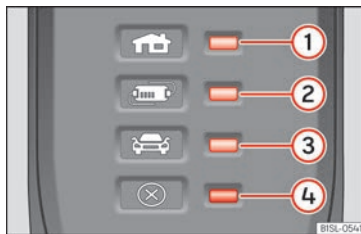

Abb. 67 Am Ladekabel für Netzsteckdosen: Kontrollleuchten in der Schutzeinrichtung.
» (Abb. 67):
Durch die elektronische Schutzeinrichtung » (Abb. 67) ist der Ladestecker so lange stromlos, bis er in die Ladedose des Fahrzeugs eingesteckt wird.
Eine oder mehrere Kontrollleuchten » (Abb. 67) 1, 2 oder 3 leuchten grün.
Anzeige » (Abb. 67)	Bedeutung
Anzeige »» (Abb. 67)	Bedeutung
① ④ blinken	Der Hausstecker hat sich stark erhitzt.
② ④ blinken	Die Schutzeinrichtung hat sich stark erhitzt.
Wenn der Ladevorgang mit einem geringeren Ladestrom fortgesetzt wird, blinkt abgesehen von der Betriebsanzeige die Warnleuchte »» (Abb. 67) ④ rot.
- Sollte es wieder zu einer Abschaltung oder Verringerung des Ladestroms kommen und die Ursache hierfür nicht mit einer externen Wärmequelle in Verbindung stehen, ist darauf zu achten, welche grüne Kontrollleuchte blinkt »» (Abb. 67). Zur Überprüfung des Ladekabels ist ein SEAT-Vertragshändler aufzusuchen. Zur Überprüfung der Anschlüsse der Ladeinfrastruktur ist ein Fachunternehmen für Elektroinstallationen aufzusuchen.
Wenn die rote Warnleuchte ④ blinkt oder leuchtet, ohne dass gleichzeitig eine der Kontrollleuchten »» (Abb. 67) ①, ② oder ③ die Betriebsanzeige dauerhaft leuchtet, liegt eine Störung vor.